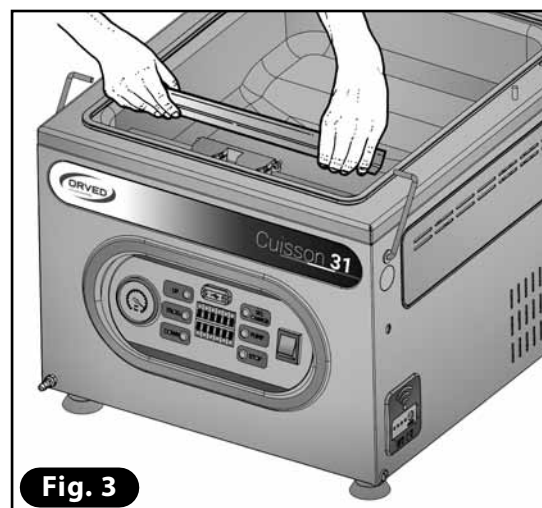

Fig. 3
3) Riporre la barra saldante nella vasca, prestando attenzione all'innesto corretto della stessa nei contatti elettrici (**Fig. 3**).